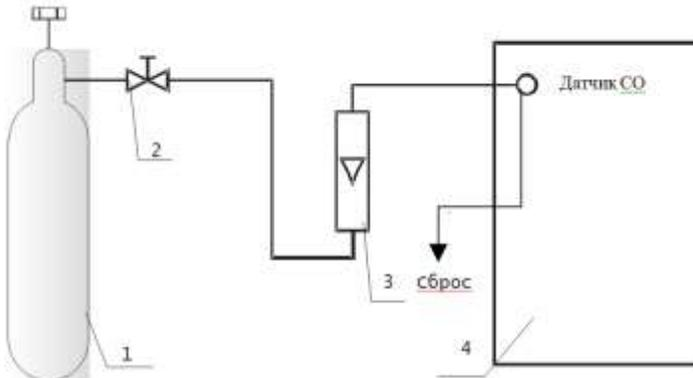

Рисунок 5 1 – баллон с ПГС, 2 – редуктор баллонный, 3 – ротаметр, 4 - газоанализатор
7.2.2 Подать нулевой газ (азот особой (или повышенной) чистоты ГОСТ 9293) непосредственно на штуцер датчика CO (NO) (рисунок 5), После стабилизации значений кодов АЦП, подтвердить сохранение кодов нажатием клавиши «Enter» (рисунок 7). В режиме «Тест» значение концентрации CO (NO) должно установиться равными нулю.
7.2.5 Подать ПГС на датчик СО (NO) (рисунок 5). После стабилизации значения кода АЦП (строка «Код ХХХ»), подтвердить сохранение кода нажатием клавиши «Enter». Значение концентрации СО должно установиться равным введенному значению (рисунок 7).